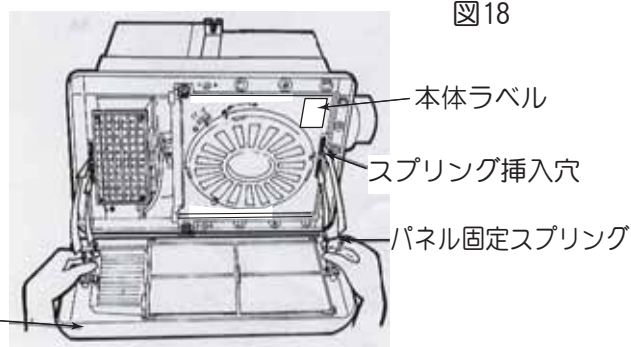

図18
- ①図18のように前面パネルのパネル固定スプリングを両手で持ち、スプリング挿入穴に挿入して、前面パネルを固定します。